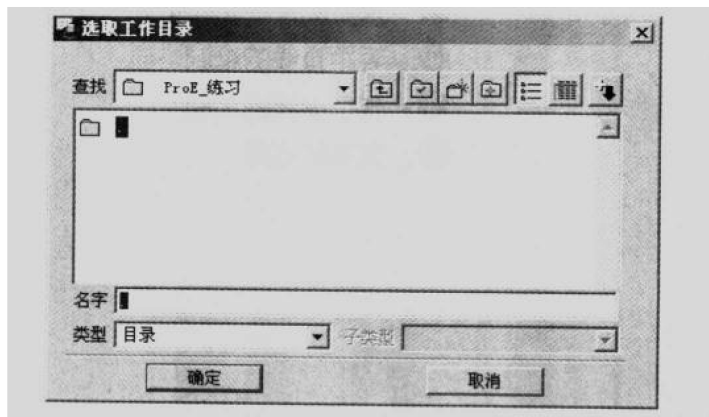

图 1.2 【选取工作目录】对话框
- (1) 启动 Pro/ENGINEER 2001 简体中文版。
- (2) 设置工作目录。在 Pro/ENGINEER 2001 的菜单栏中选择【文件】|【设置工作目录】命令,系统将弹出【选取工作目录】对话框,如图 1.2 所示。在此对话框中选取自己的工作目录,并单击【确定】按钮。